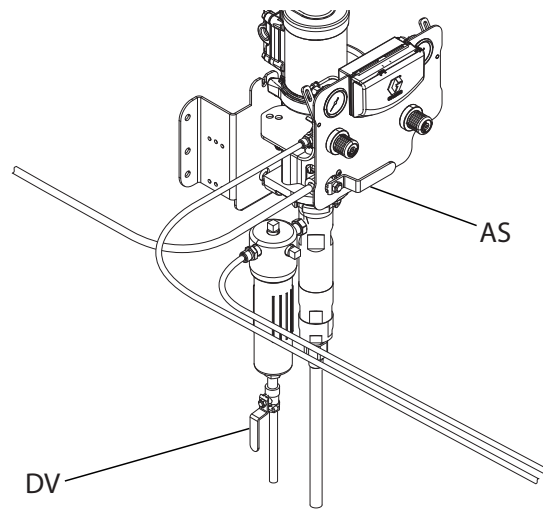

FIG. 19. Valvole di intercettazione del fluido e dell'aria della pompa di alimentazione
2. Chiudere le pompe di alimentazione del fluido per tutti i colori, i catalizzatori e il solvente chiudendo la valvola di alimentazione dell'aria (AS) e spurgando la valvola di scarico dell'alimentazione del fluido (DV) su tutte le pompe di alimentazione. La FIG. 19 è mostrata a titolo di esempio, ma la configurazione specifica della pompa di alimentazione potrebbe variare.